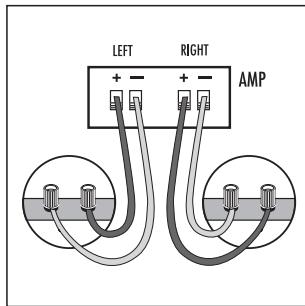

FIGURE 11
- Once you have cut the hole, fish your previously positioned wiring out of the hole and connect the speaker. Follow the hookup directions included with your receiver. Strip 1/2 inch (12 mm) of insulation from each of the two conductors of the wire to expose the bare metal and twist each of the conductors into a single unfrayed strand (so you have two unfrayed strands). Note that one of the terminals on the rear of each speaker is red (+) and the other is black (-). Make certain that you connect the wire from the red terminal (+) of your amplifier or receiver to the red terminal (+) on your speaker and the wire from the black terminal (-) of your amplifier or receiver to the black terminal (-) on your speaker. Most wire has some indicator (such as color-coding, ribbing or writing) on one of the two conductors to help you maintain consistency [figure 11].
- Une fois l'embrasure pratiquée, sortez-en le câble antérieurement installé et connectez-le au haut-parleur. Suivez les instructions de connexion fournies avec votre récepteur. Retirez 12 mm (1/2 po) d'isolation de chacun des deux conducteurs pour exposer les brins métalliques et tordez les brins de chaque conducteur pour former deux torons non éraillés. Notez qu'une des bornes à l'arrière de chaque haut-parleur est rouge (+) et l'autre noire (-). Assurez-vous de bien raccorder le fil provenant de la borne rouge (+) de votre amplificateur/récepteur à la borne rouge (+) de votre haut-parleur et le fil noir (-) provenant de la borne noire (-) de votre amplificateur/récepteur à la borne noire (-) de votre haut-parleur. La polarité de la plupart des fils à deux conducteurs est codée (couleur, nervure ou écriture) pour faciliter son identification [figure 11].